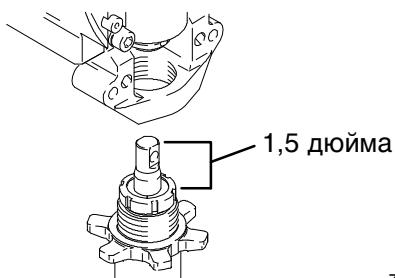

Рис. 18
- См. Рис. 18. Вытащите шток поршня на 38 мм. Вkręчивайте насос до тех пор, пока не совпадут отверстия в крестовине подшипника и в штоке поршня.